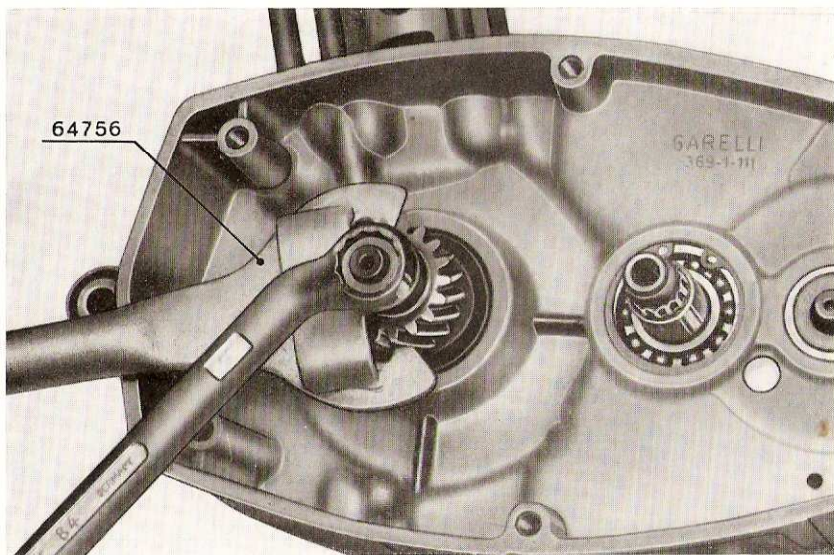

Fig. 6 - Enlèvement de l'écrou de fixation du pignon sur l'arbre moteur avec l'outil 64756
11. Fig. 6 - En employant l'outil 64756 pour retenir le pignon, enlever l'écrou avec une clé polygonale de 14 mm. et degager la rondelle élastique.